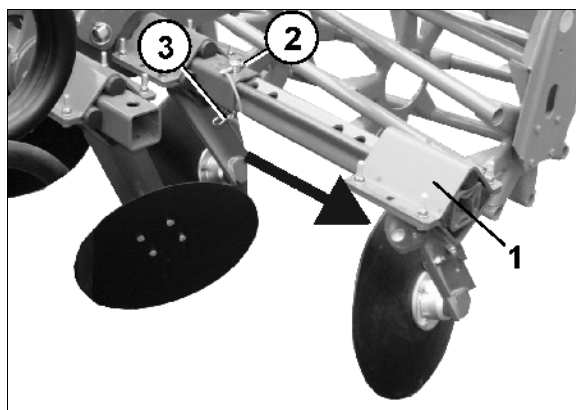

Fig. 34
Sett begge (kantskålene) (Fig. 34) i arbeidsstilling:
- o Trekk ut kantskålene (Fig. 34/1) og fest dem med sikringsbolten (Fig. 34/2) og orepinnen (Fig. 34/3).